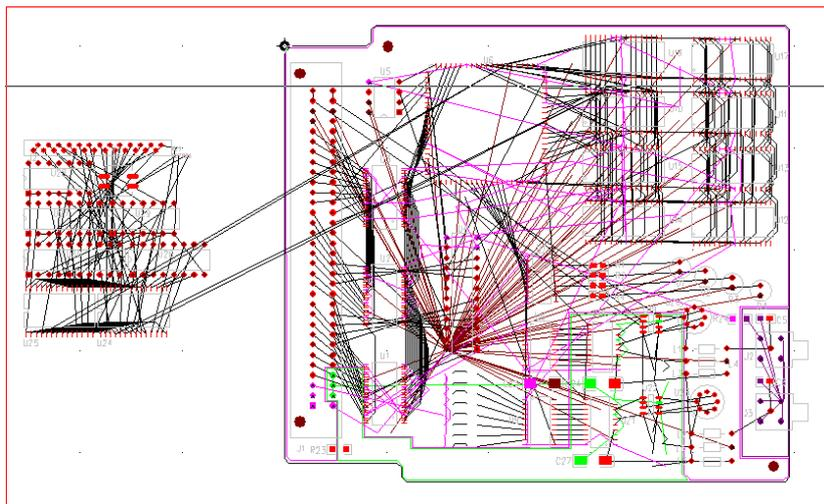

图 14-36 复用模块的放置添加后的效果图
(4) 完成设置后,复用模块的映像附着在光标上,移动该模块在需要的位置处放置,如图 14-36 所示。
(5) 图 14-36 所示添加的是该电路的存储电路部分。这里只要把没布线的与调用的复用模块功能一样的电路功能块删除,将该复用模块移动到相应位置处后放置,这样就完成了复用模块的添加。